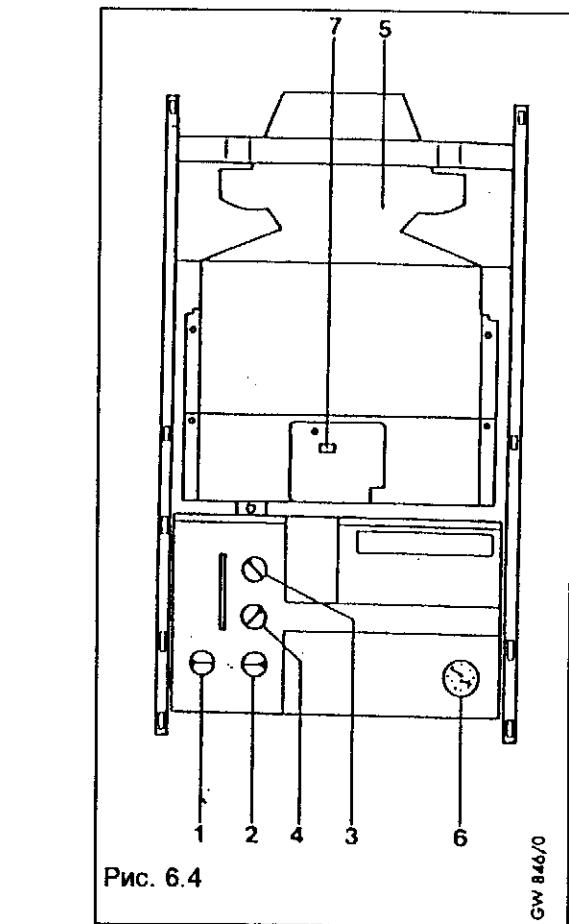

Рис. 6.4
- установить регулятор температуры горячей воды на максимум (4, рис. 6.4) (только VUW) и температуру подающей линии (3, рис. 6.4) на "9".
- главный выключатель аппарата (1, рис. 6.4) поставить в положение "вкл" (I).
- регулятор отопления аппарата (2, рис. 6.4) поставить в положение "Отопление и горячая вода" ().